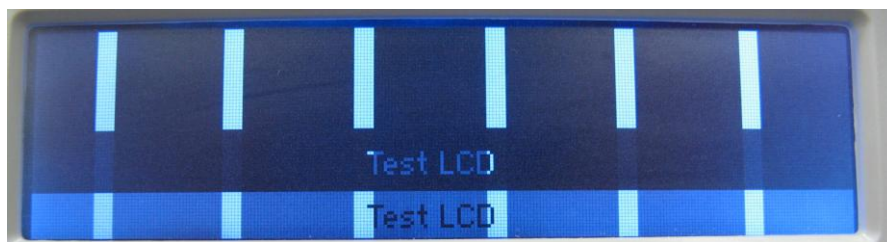

*Рис. 152*
9.4.6 Вращая подстроечный резистор **RP1** по или против часовой стрелки добиться изображения как на Рис. 152 и выполнения следующих условий: